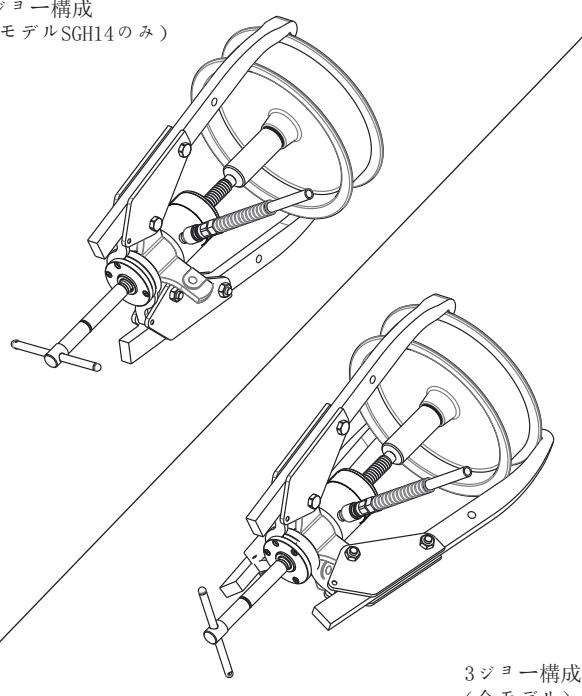

図9: ブーラーの取り外し（一般的）
- ブーラーまたはその他の取り外し部品にブーラーを取り付けます。例については図9を参照してください。